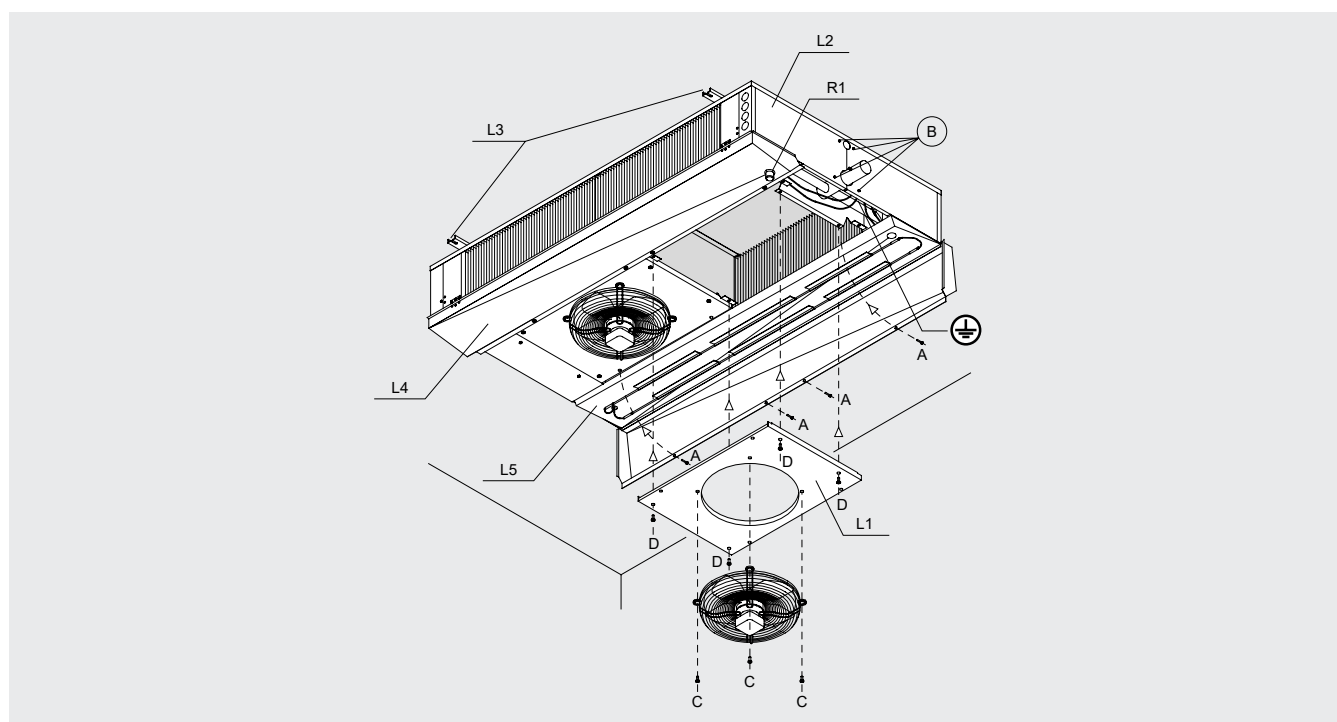

Abbildung 7
- 8.9 Um die Tropfwannen L4 zu öffnen, die Befestigungsdrehschrauben A losschrauben und positionieren Sie sie langsam wie in "Abbildung 7" gezeigt.